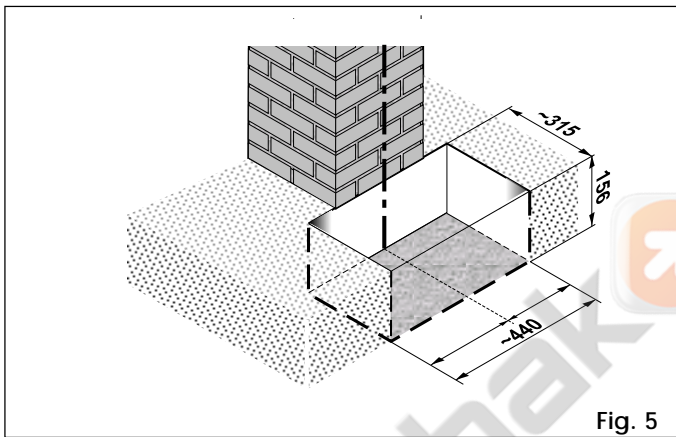

Fig. 5
- 1) Creuser une tranchée comme indiqué fig. 5.